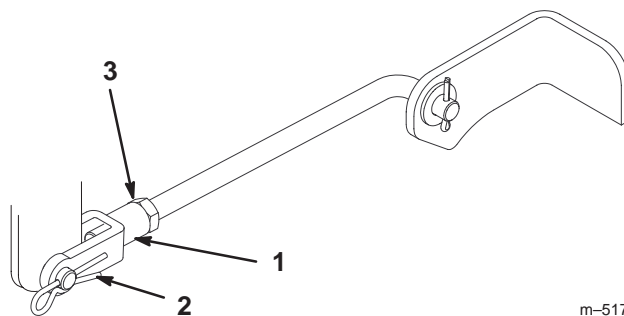

Figure 42
7. Pour régler l'inclinaison avant/arrière des lames, enlevez la goupille fendue des chapes des tourillons avant et desserrez les contre-écrous (Fig. 42).
8. Tournez les chapes sur les tourillons pour modifier le réglage (Fig. 42). Serrez les chapes (raccourcissez les tourillons) pour relever l'avant du plateau et desserrez-les (allongez les tourillons) pour abaisser l'avant du plateau.